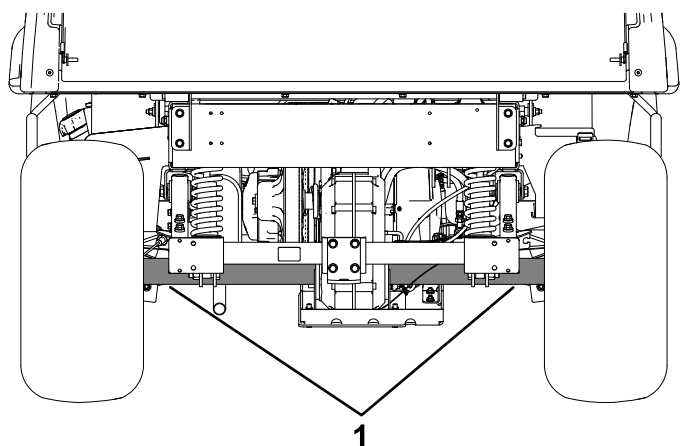

Figura 19
- Il punto di sollevamento nella parte posteriore della macchina si trova sotto i tubi dell'assale (Figura 19).